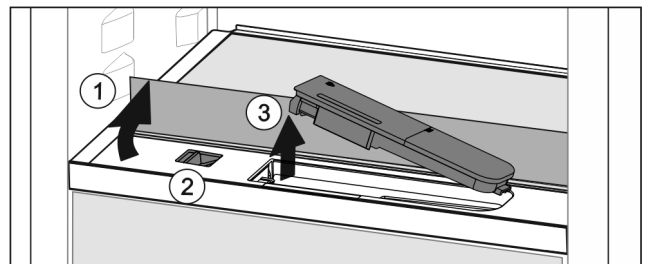

Fig. 48
- ▶ Nosta lasilevyä ja käännä se taaksepäin vasteeseen saakka Fig. 48 (1).
- ▶ Siirrä säädintä Fig. 48 (2) vasemmalle.
- ▶ Poista vesisäiliö Fig. 48 (3).